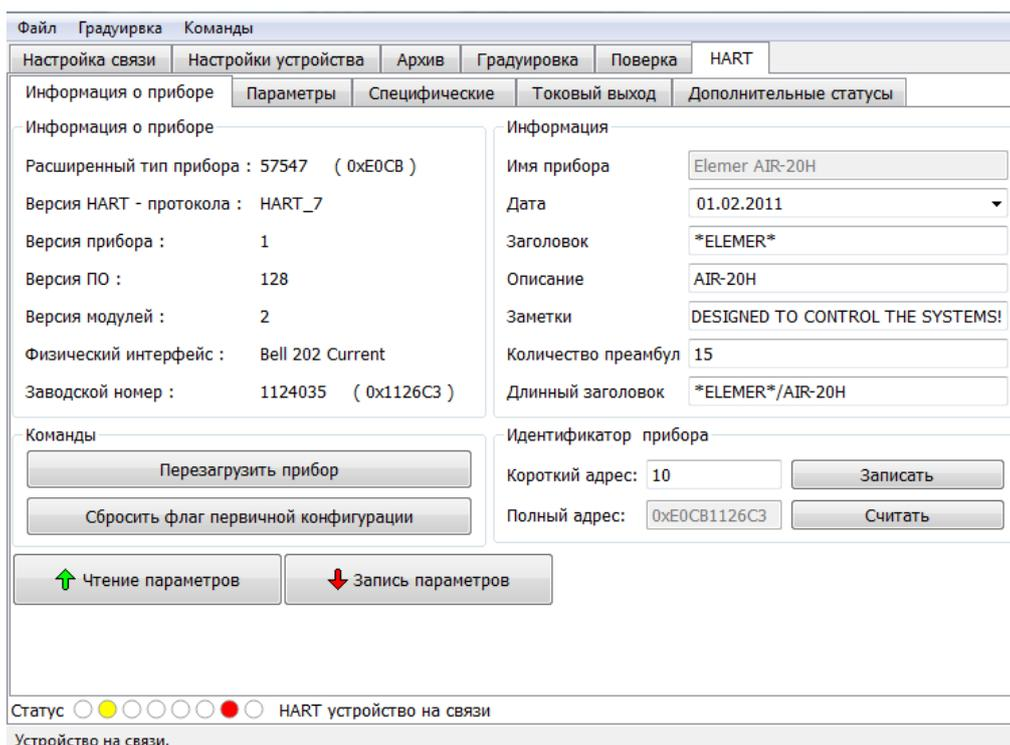

Рис.13 Вкладка «Информация о приборе»
19.4.2.1 Вкладка «Информация о приборе» (Рис.13) содержит в себе функциональные кнопки и основную информацию об HART-приборе в виде нижеперечисленных групп параметров: